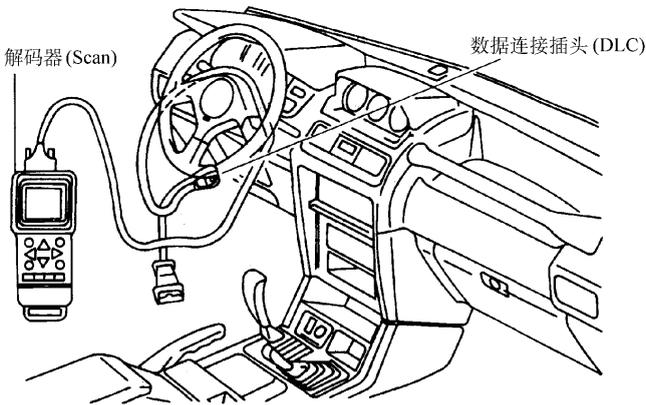

图 5-8 连接解码器至 DLC
2) 用解码器读取故障码。切断点火开关，将解码器连至数据连接插头，如图 5-8 所示。接通点火开关，解码器即可显示故障码。
1) 利用解码器 (Scan) 读取故障码。确保点火开关在切断位置。将解码器连至数据连接插头，如图 5-8 所示。接通点火开关，即可从解码器上显示出故障码。